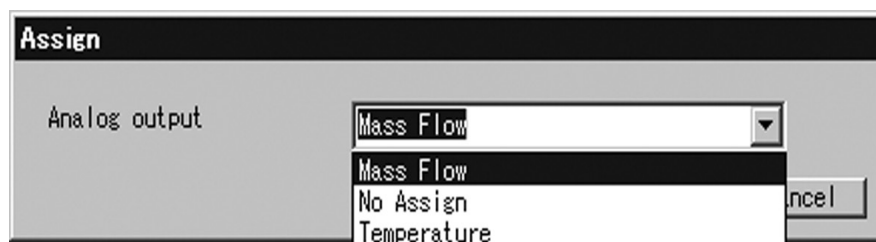

図21
- ③ それぞれの項目の割付けを設定します。図21のように、各欄の右側の矢印をクリックしてドロップダウンリストの中から選択してください。